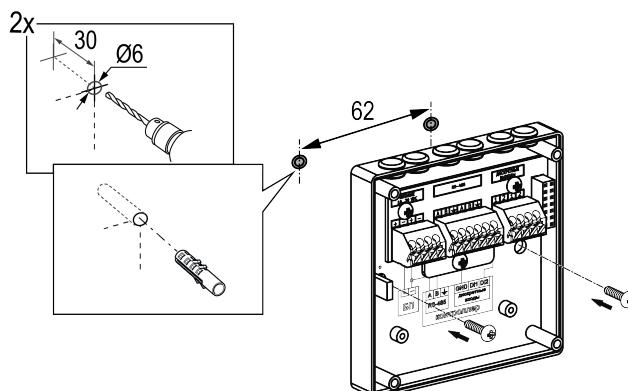

Рисунок 6.2 – Монтаж прибора
2. Подготовить отверстия в месте установки. Установить в отверстия дюбели из комплекта поставки. Закрепить корпус сигнализатора с помощью винтов отвертки PH2 (см. рисунок 6.2).